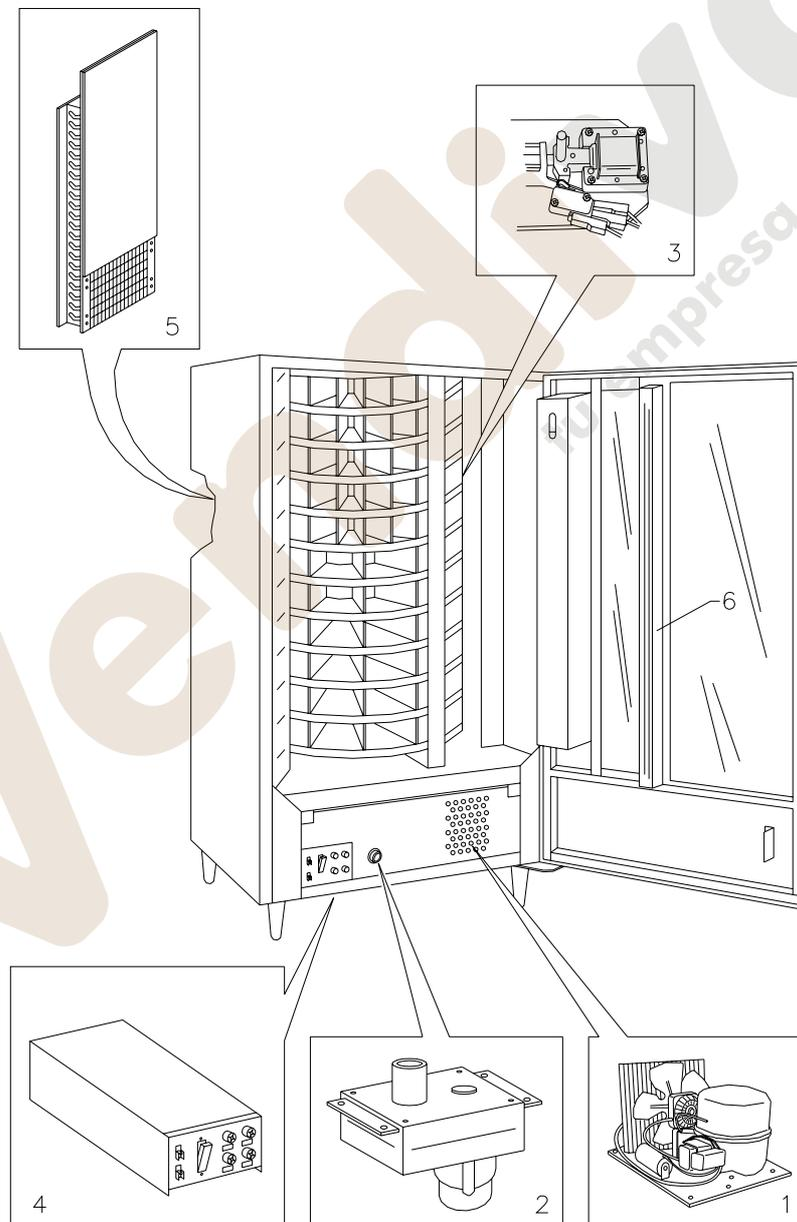

FIG. 2
5 COMPONENTES INTERNOS (FIG. 2)
- 2) Tirar de la palanca del electroimán correspondiente al disco que debe cargarse (ref.3 FIG. 2), hacia el exterior e introducir los productos en el disco, girándolo a mano.